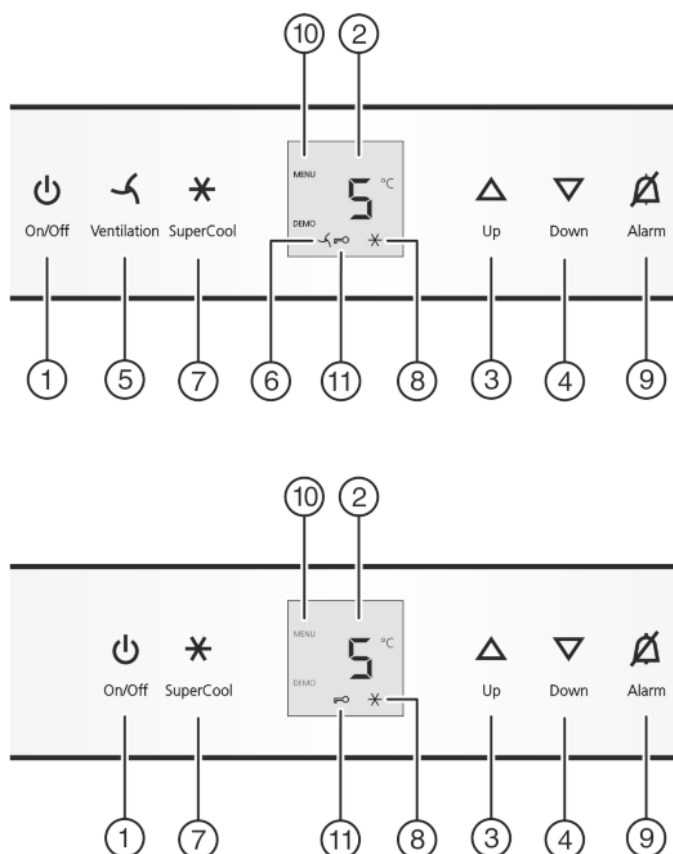

Fig. 2
- ▶ нажмите кнопку On/Off Fig. 2 (1).
- ▶ Активация режима настройки: удерживайте кнопку SuperCool Fig. 2 (7) прим. 5 с.
- ▶ Коротко нажмите кнопку SuperCool Fig. 2 (7) для подтверждения.
- ▶ Для включения защиты от детей коротко нажмите клавишу SuperCool Fig. 2 (7).
- ▷ Символ "Защита от детей" Fig. 2 (11) горит. На индикации мигает **c**.
- ▶ Для выключения защиты от детей коротко нажмите клавишу SuperCool Fig. 2 (7).
- ▷ Символ защиты от детей Fig. 2 (11) гаснет. На индикации мигает **c**.
- ▶ Выход из режима настройки: нажмите кнопку On/Off Fig. 2 (1).
- ▶ Нажмите кнопку Alarm Fig. 2 (9).
- ▶ Установка более высокой температуры: нажмите кнопку настройки Up Fig. 2 (3).
- ▶ Установка более низкой температуры: нажмите кнопку настройки Down Fig. 2 (4).
- ▶ Коротко нажмите кнопку SuperCool Fig. 2 (7).
- ▷ На индикации горит символ SuperCool Fig. 2 (8).
- ▷ Символ SuperCool Fig. 2 (8) на индикации гаснет.